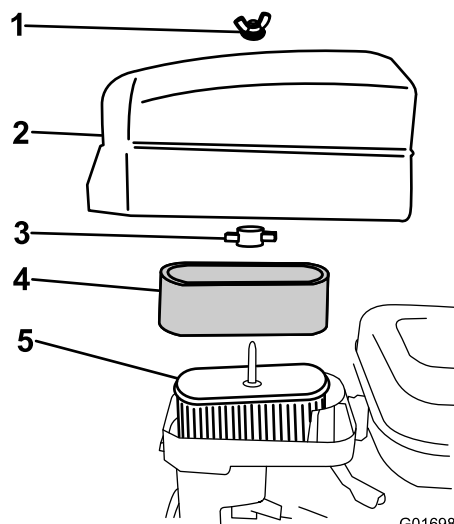

Figura 29
- Si el elemento de gomaespuma está sucio, sepárelo del filtro de papel (Figura 29) y límpielo a fondo, de la manera siguiente: